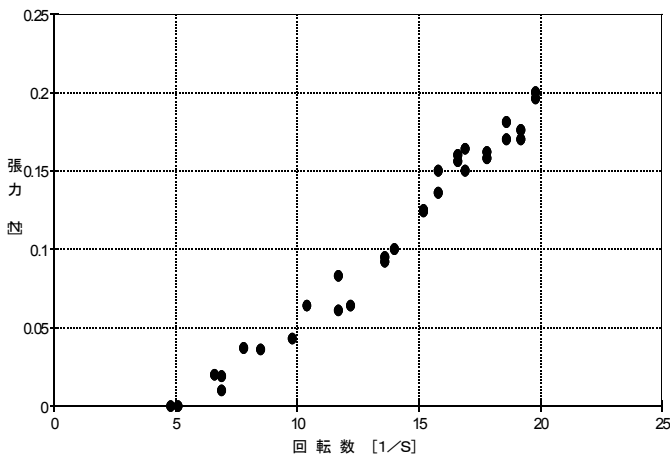

図 1 風力強
- (1) 図 1～5 から、マグヌス効果による力は、回転体の回転数に比例していることが確かめられた。
- (3) 図 1, 4, 5 から、マグヌス効果による力は材料が紙の場合と布の場合でも、あまり影響がないことが分かった。